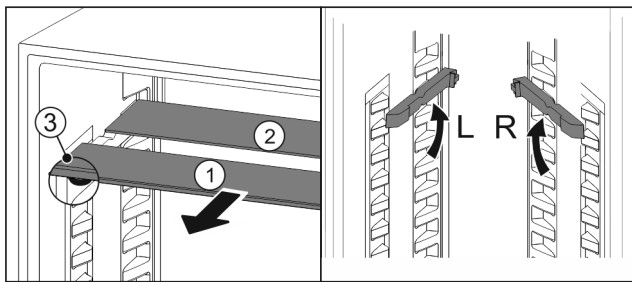

Fig. 154
- Tërhiqni një nga një pllakat e xhamit nga përpara Fig. 154 (1).
- Pllaka e xhamit Fig. 154 (1) me kornizën ndodhet përpara.
- Ndaluesit Fig. 154 (3) janë të drejtuar për poshtë.